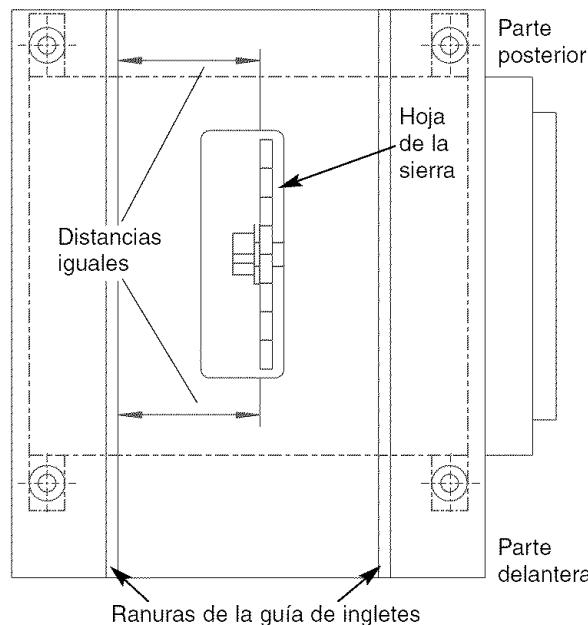

Figura 3 – Alineamiento de las Ranuras de la Guía de Ingletes con la Hoja de la Sierra
- Calibre este diente con la vara. Si el diente está en la misma posición, en relación con la guía de ingletes, la mesa está paralela con la hoja. En resumen, las ranuras de la guía de ingletes deben estar paralelas con la hoja. Esto significa que cuando se mide la distancia entre la hoja y la ranura en la parte delantera y posterior de la hoja, las distancias serán iguales (véase la Figura 3).